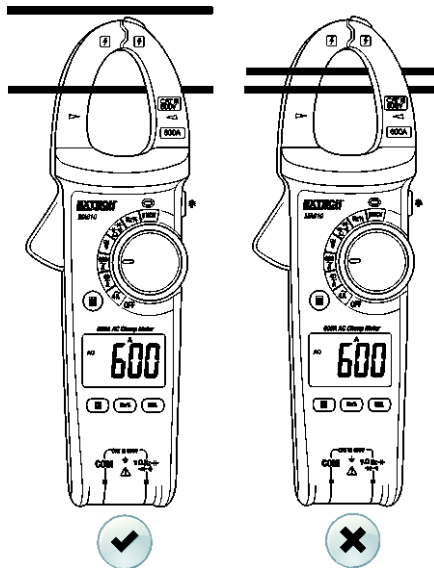

Bild 2 – Richtige und falsche Vorgehensweise beim Klemmen der Stromzange
4. Positionieren Sie die Klemme um nur einen Leiter. Beziehen Sie sich auf Bild 2 für die richtige und falsche Vorgehensweise des Klemmens.